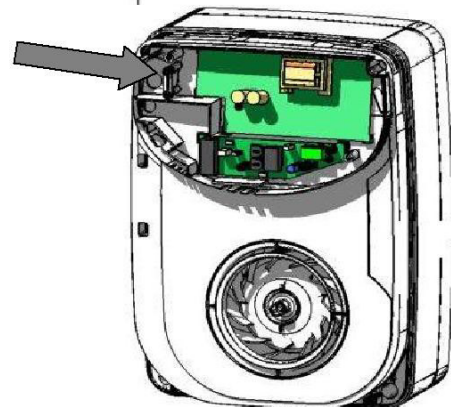

Fig.13
11) Fermez la porte et branchez le câble d'alimentation flexible comme décrit dans la section B – Connexion. Utilisez le serre-câble. Modifiez les paramètres si nécessaire, voir section C – Configuration (Fig. 13).